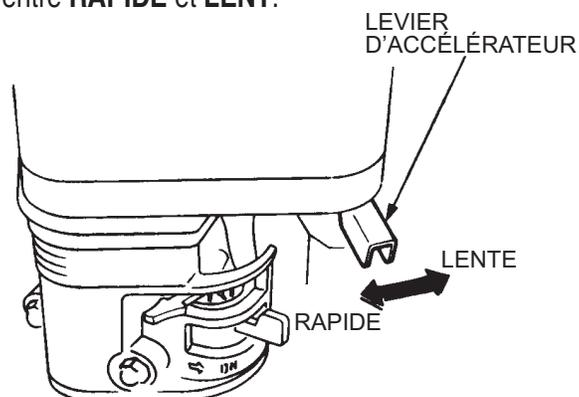

Figure 14. Levier d'accélérateur
4. Placer le levier d'accélérateur (Figure 14) à mi-chemin entre **RAPIDE** et **LENT**.
1. Placer le levier d'accélérateur (Figure 14) à la position LENT et attendre en écoutant le bruit de la vitesse du moteur qui diminue.